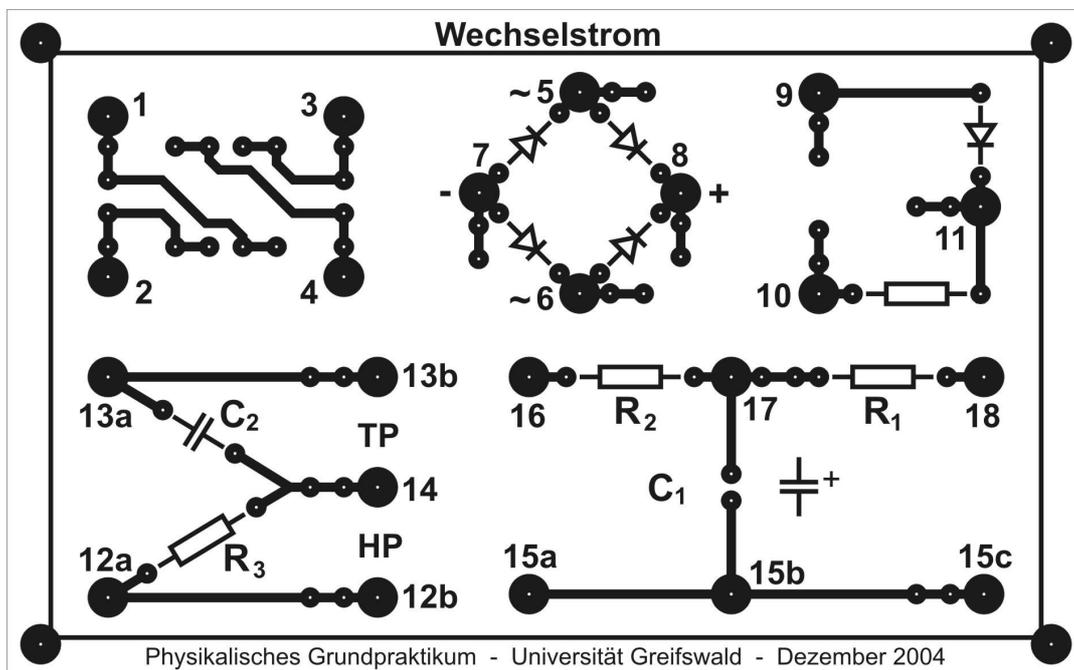

Abb. 5 Steckplatine zum Versuch „E2-Wechselstromkreis“
Hierzu legen sie an den Punkten (1) und (2) eine Erregerspannung an (Abb.5). Die von Ihnen zu verwendende Erregerspannung ist ein Sinussignal des Frequenzgenerators, welches in der Amplitude und Frequenz verändert werden kann. Wählen Sie eine Frequenz im 1kHz-Bereich (0,1-1kHz) und legen Sie 5 verschiedene Spannungen an. Messen Sie das Ausgangssignal an den Punkten (3) und (4). Ihr Ein- und Ausgangssignal stellen sie mit Hilfe des Oszilloskop im „Dual-Mode“ dar und lesen die jeweiligen Spannungen ab.